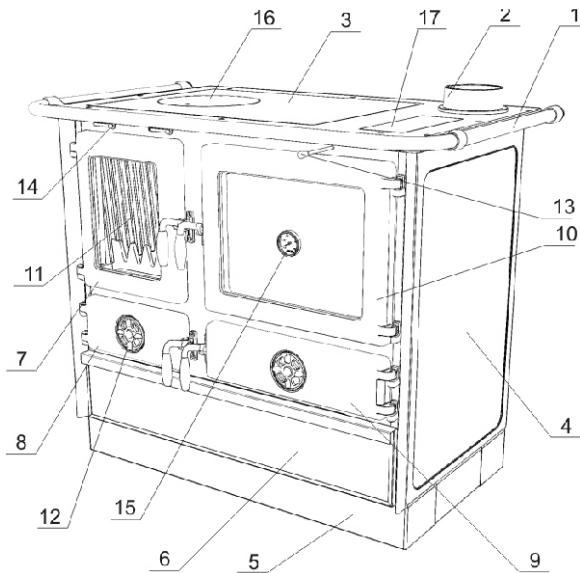

Рисунок 1
Плита произведена и прошла испытания в соответствии со стандартом ЕН 12815. Плиты предназначены для приготовления пищи, а также для отопления жилых помещений. Верхняя поверхность (Рисунок 1,позиция 3) - чугунная рама , чугунный варочный настил с круглой вставной частью – конфоркой. С трех сторон рамы плиты на опорах установлен поручень (Рисунок 1,позиция 1). С плитой поставляется чугунный дымоотводный патрубок (Рисунок 1,позиция 2), который монтируется к варочной поверхности или к присоединению сзади плиты, двумя винтами. Герметичность между варочной поверхностью и рамой плиты обеспечивает безасбестовый шнур.
Топочная камера (Рисунок 1,позиция 11) - чугунная. Все чугунные части сделаны из серого чугуна, что продлевает срок службы плиты . Духовой шкаф плиты эмалированный и защищен изоляционным материалом. Дверца топочной камеры (позиция 7), дверца духового шкафа (позиция 10), дверца зольного ящика (позиция 8) и дверца пространства для подогрева (позиция 9) - чугунные. Дверцы топочной камеры и духовки оснащены термостойким стеклом. На дверце духового шкафа установлен термометр (позиция 15) с диапазон температур от 0- 500°C. На дверце зольного ящика и дверце пространства для подогрева пищи находится регулятор подачи воздуха (воздушные заслонки, регулирующие интенсивность горения топлива) (позиция 12).
- дверцу зольного ящика оставьте открытой до появления стабильного огня, после закрытия интенсивность горения регулируйте с помощью регулятора подачи воздуха (рисунок 1, позиция 12)
- При добавлении топливо, приоткройте дверцу(рисунок 1,позиция 7) на несколько градусов,подождите 4-5 секунд и только после этого медленно откройте до конца. Не открывайте дверцу быстро,т.к из плиты могут выпасть искры огня.
Регулятором первичного воздуха в плите Вы регулируете температуру, мощность и скорость сгорания топлива(Рисунок 1, позиция 12).Регулятор вторичного воздуха предназначен для ускорения процесса сгорания топлива, и чтобы стекло дверцы топочной камеры оставалось чистым. Комбинированием первичного воздуха (находится на дверце зольного ящика и вторичного (задвижки находится над дверцей топочной камеры, рисунок 1,позиция 14), достигается желаемая интенсивность горения.